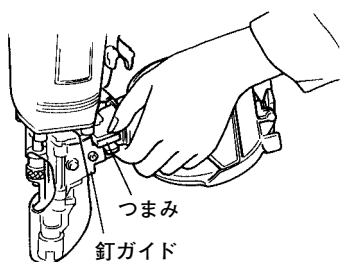

図 10
- 釘ガイドとつまみに指をかけ、つまみを下へ押してそのまま左へ開きます。(図 10)